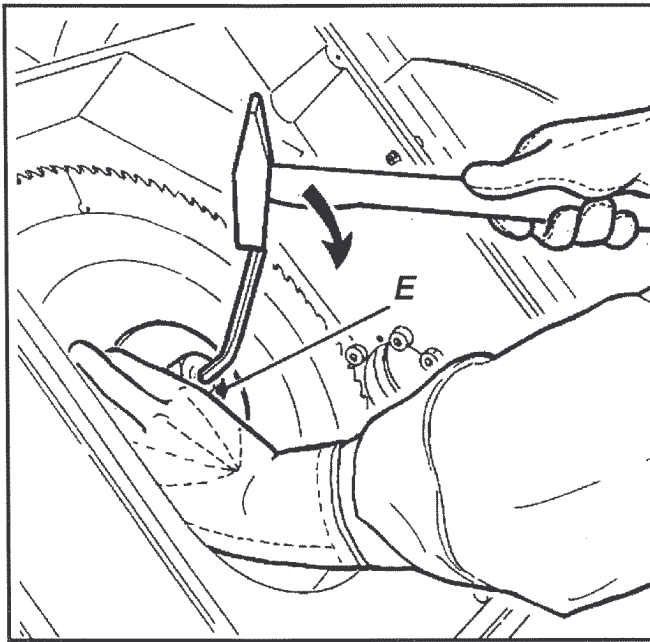

Fig. 10-06
- 7) Con una mano si tiene fermo il dado "E" dell'albero motore servendosi di una chiave inglese; con l'altra mano, servendosi di una chiave esagonale e di un martello, si sblocca il dado "E" con un colpo deciso (Fig. 10-06)